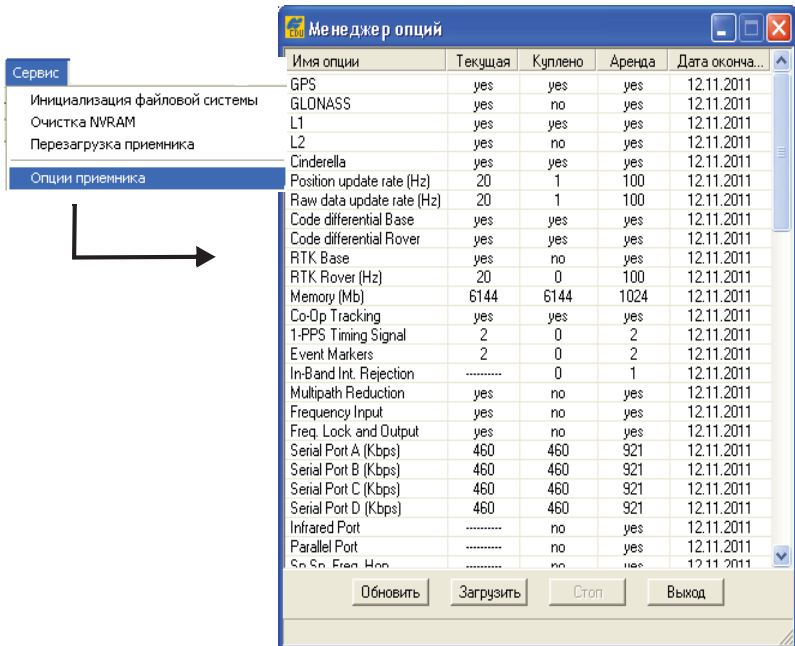

Рис. 5-15. Окно “Менеджер опций”
2. Нажмите **Сервис ► опции приемника**. Появится диалоговое окно **Менеджер опций** (Рис. 5-15 на стр. 5-13), содержащее следующую информацию:
2. Нажмите на кнопку **Загр. OAF**, расположенную внизу окна **Опции приемника** (Рис. 5-15 на стр. 5-13).
2. Нажмите кнопку **Загрузить**, расположенную внизу окна *Менеджер опций* (Рис. 5-15 на стр. 5-13).